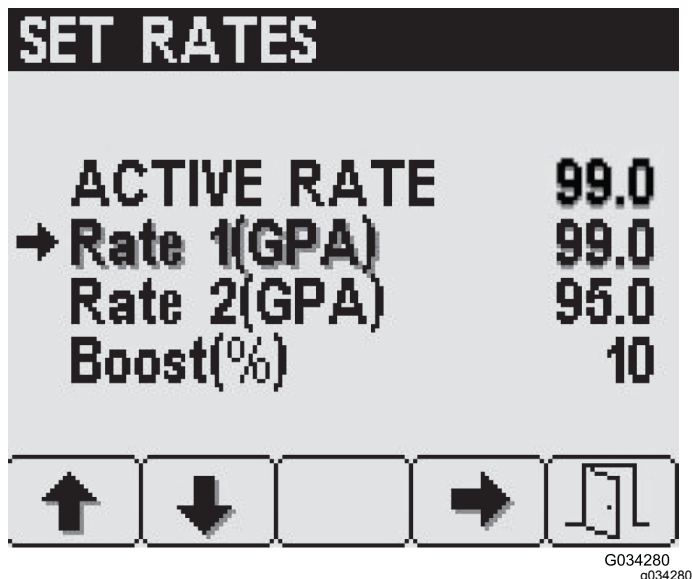

図 17
メインメニューでボタン2を何度か押して 図 16 Set Rates へ移動し、ボタン4で Set Rates を選択します 図 17。
1. ボタン 1 または 2 を押して希望する増減パーセントを表示させる 図 17。